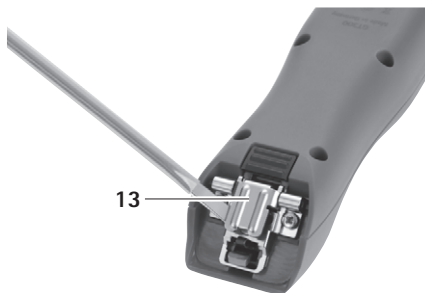

Fig. 1
- Med stängt knivlock: Fäll upp knivlocket 13 med en skruvmejsel, se Fig. 1.